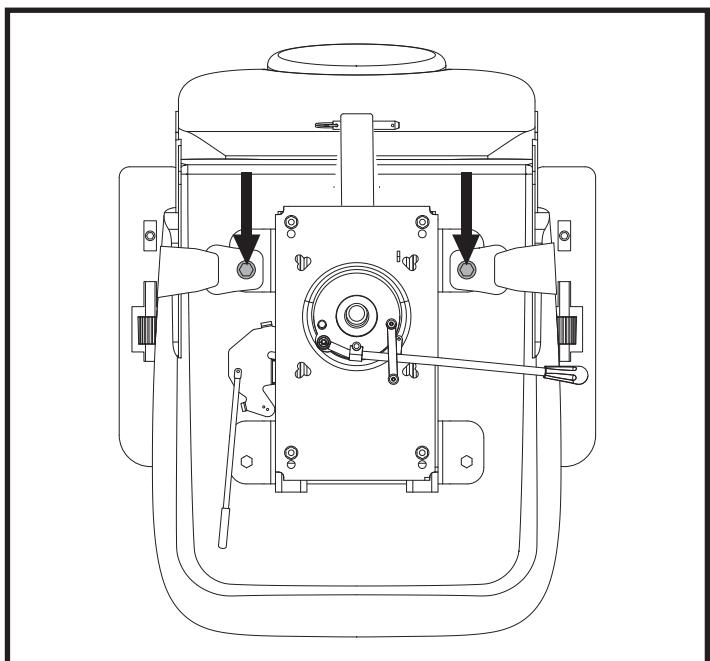

Abb. 21 Befestigungsschrauben des Rückhaltegurts
Der Sitz kann in verschiedenen Höhenstellungen eingestellt werden. Siehe Abb. 21.
2. Sitz umdrehen, um die Unterseite einzusehen. Siehe Abb. 21.